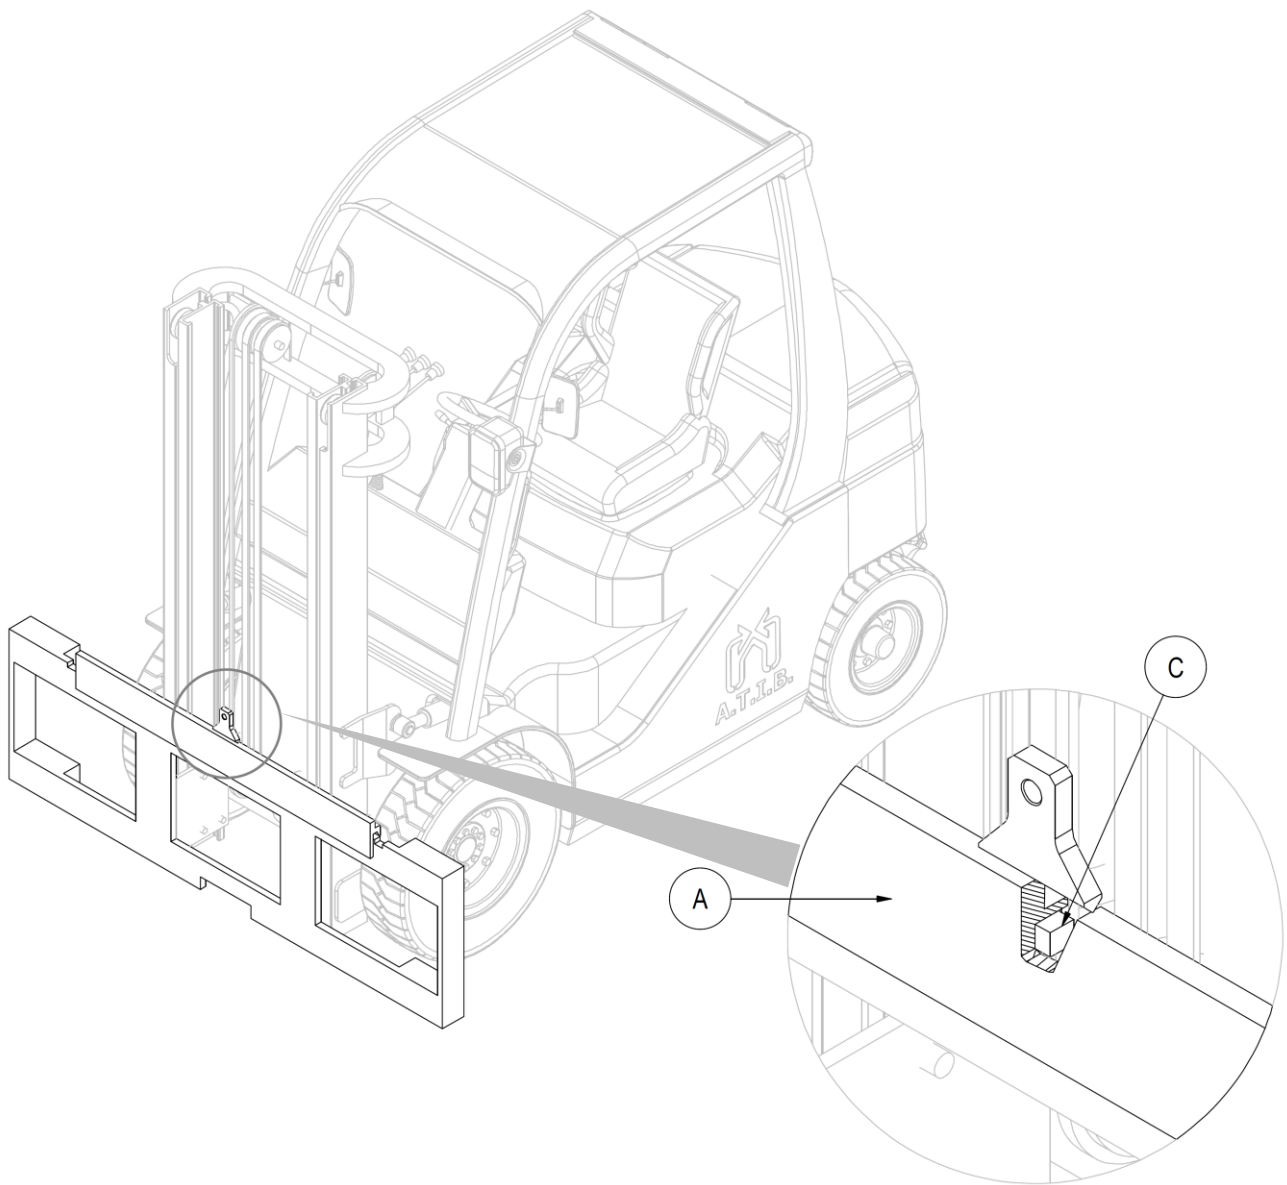

Figura 3
6. Dopo aver rimosso il cilindro traslatore, prendere manualmente il doppio gancio A, e posizionarlo sul profilo superiore della piastra porta forche, avendo cura di incastrare il perno di centraggio C nella tacca centrale della stessa (vedi *Figura 3*).